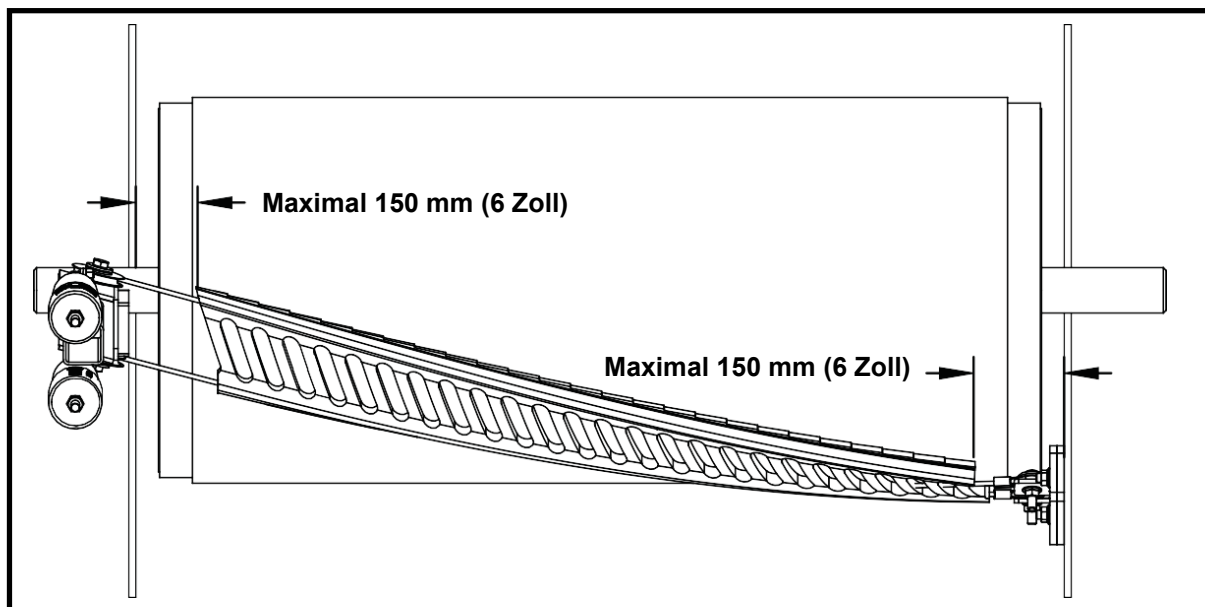

Abbildung 4: Montage bei großem Abstand zur Schurrenwand
- Der Abstand zwischen dem Vorabstreifer und der Schurrenwand sollte so gering wie möglich gewählt werden. Martin Engineering empfiehlt, einen Abstand von maximal 150 mm (6 Zoll) pro Seite einzuhalten (siehe Abbildung 4). Ein zu langes Kabel kann Vibrationen verursachen, die den Fördergurt oder den Vorabstreifer beschädigen können. Falls erforderlich, sehen Sie eine Stützwand vor, um die Spannvorrichtung in der richtigen Position abzustützen. Wenden Sie sich an Martin Engineering, um Unterstützung bei der Montage zu erhalten, wenn die Parameter außerhalb dieses Bereichs liegen.